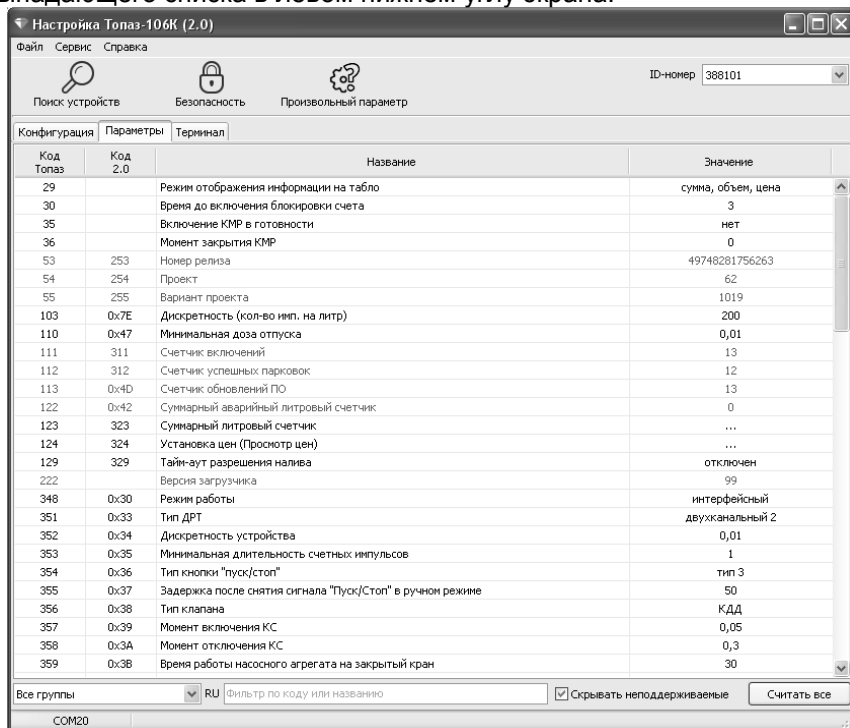

Рисунок 4
7.3 На вкладке "Параметры" (рисунок 4) можно просмотреть и при необходимости изменить значения параметров устройства. Параметры были считаны при считывании конфигурации устройства, возможно считать повторно все параметры нажатием на кнопку "Считать все" или только выбранный – из контекстного меню при нажатии правой кнопкой мыши. Параметры, доступные только для чтения, в программе отображаются шрифтом зеленого цвета. Все параметры устройства могут быть разделены на группы по принадлежности выбором из выпадающего списка в левом нижнем углу экрана.